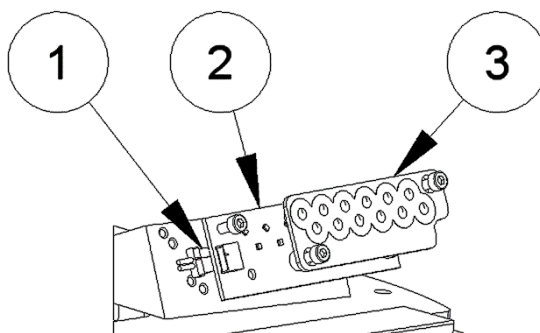

Figura 21 - Sostruzione del modulo LED per configurazione Ali di Soglia
- scollegare l'alimentazione del modulo LED (Figura 21– n°1)
- rimuovere il modulo LED (Figura 21– n°2) e la lente (Figura 21– n°3) dal supporto
- ripristinare i collegamenti elettrici (Figura 21– n°1)